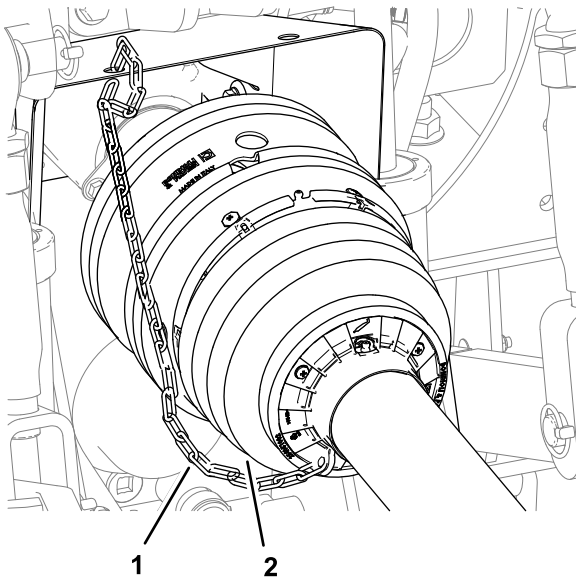

Bild 32
6. Befestigen Sie die Rückhalteketten an einem festen Teil des Zugfahrzeugs (Bild 32).